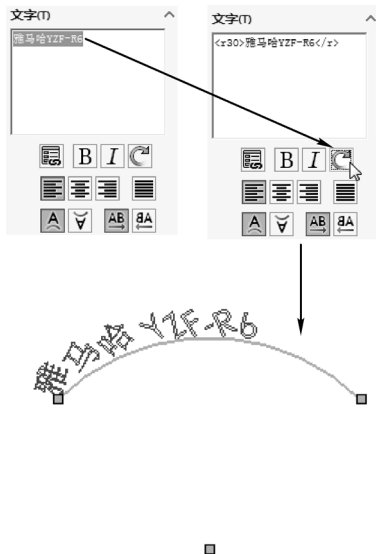

图 2-52 旋转文字
STEP 3 在管理器的“文字”文本框中选中文字“雅马哈 YZF-R6”，并单击旋转  按钮，令文字旋转 30°，最后单击“草图文字”属性管理器中的“确定”按钮  即可，创建的文字效果如图 2-52 所示。